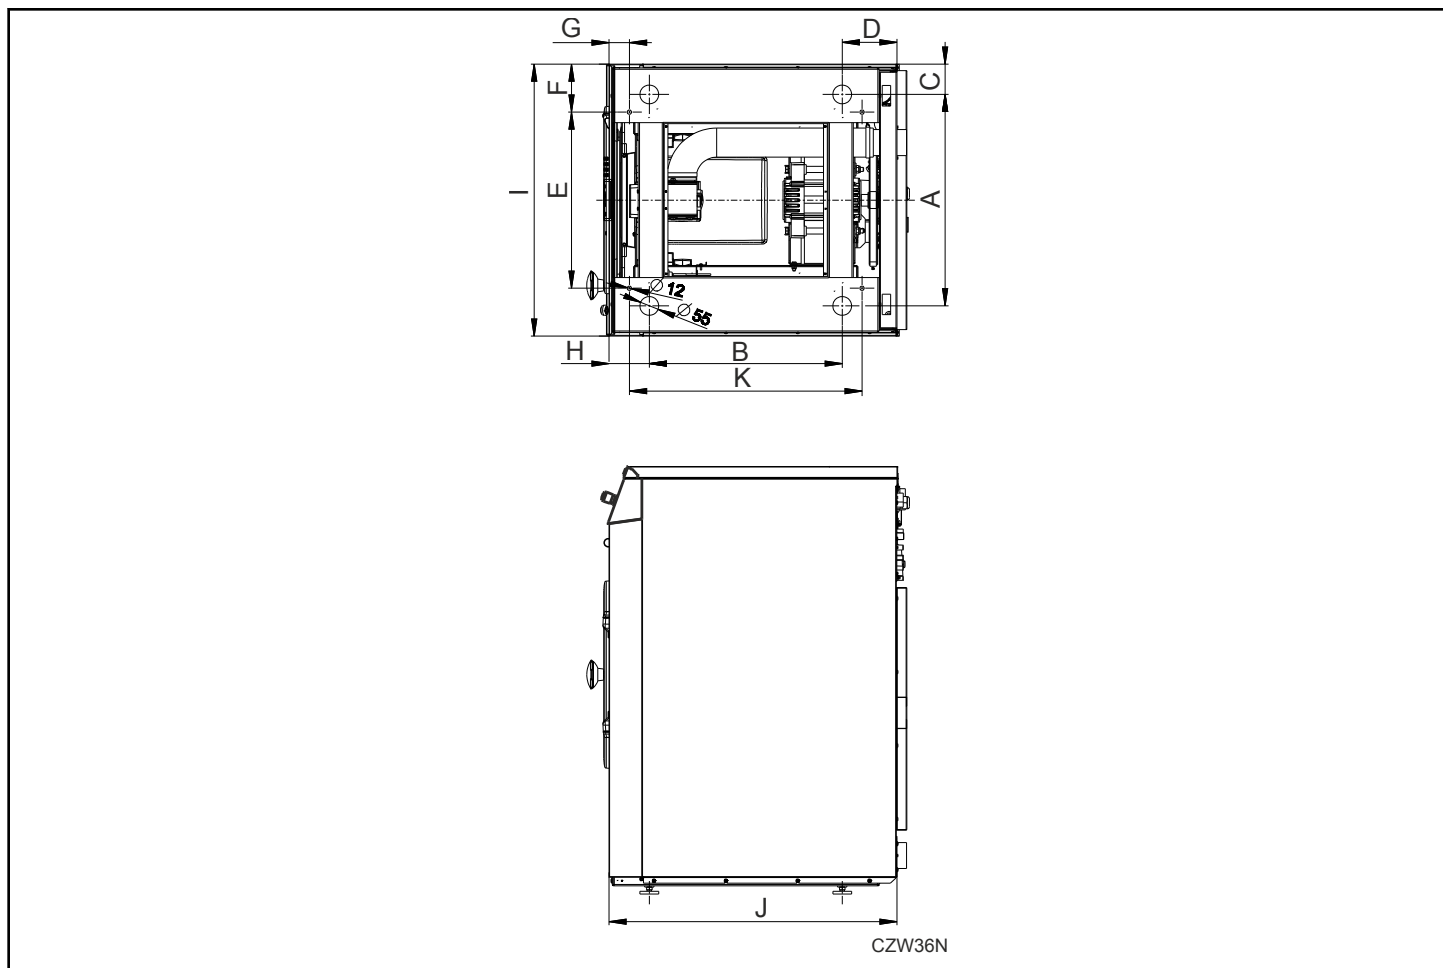

図 4
1. アンカーボルト用の穴を2個ドリルします。図4を参照してください。本機土台の穴の直径は12ミリメートル [0.47インチ]。